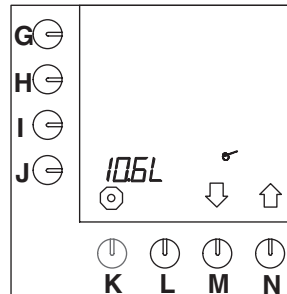

Abb. 30 Gesamtmenge Wasser
- Nach der Eingabe der Chef-Geheimnummer erscheint Abb.30 im Display.